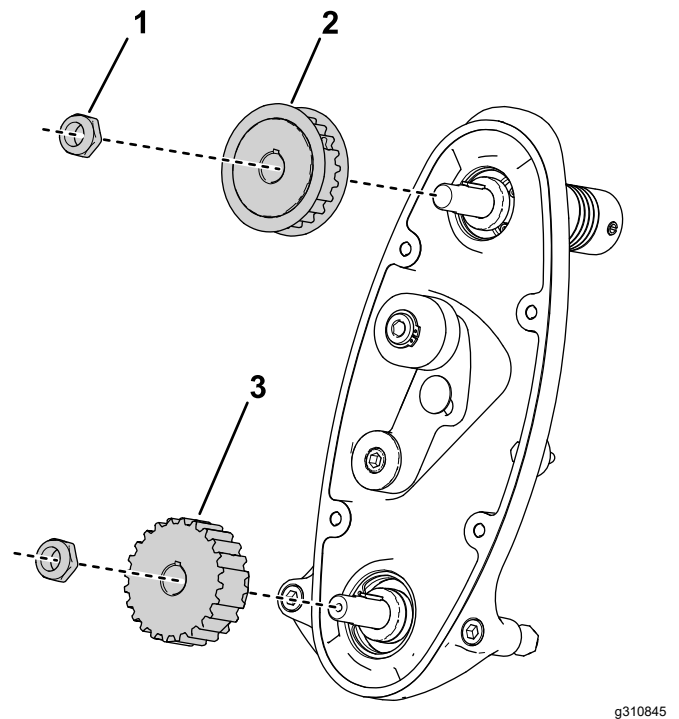

**Figure 17**
1. Déposez le protège-courroie pour exposer la courroie (Figure 17).
2. Desserrez le boulon du bras de la poulie de tension et faites pivoter le bras (Figure 17) pour détendre la courroie.
3. Déposez la courroie (Figure 17).
6. Installez la courroie et tendez-la en exerçant un couple de 6 à 7 N·m dans l'alésage hexagonal du bras de la poulie de tension, comme montré à la Figure 17.